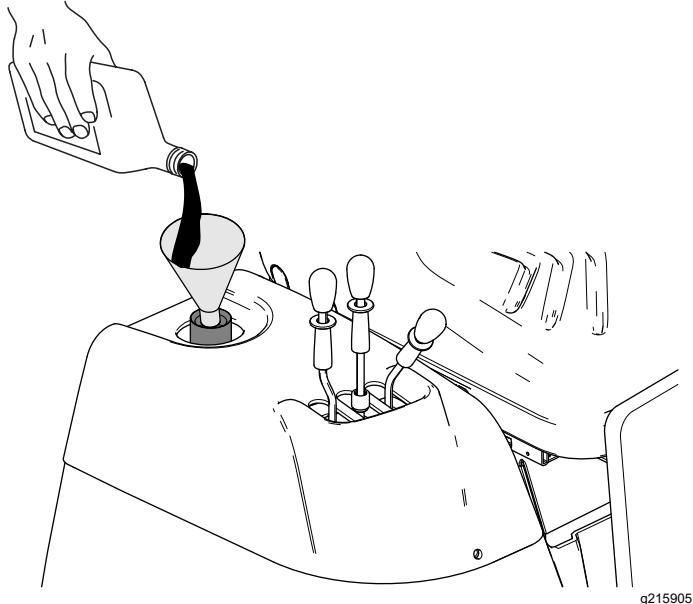

Bild 100
7. Wenn der Ölstand unter der unteren Markierung am Peilstab liegt, füllen Sie die angegebene Hydraulikölsorte in den Einfüllstutzen (Bild 100),